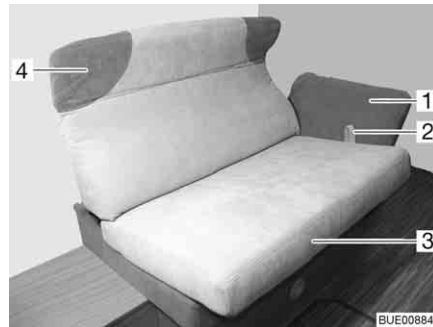

Fig. 81 Regolazione del divano
- Tirare l'asola (Fig. 81,2) verso l'alto e il piano di seduta (Fig. 81,3) sulle guide con cautela verso il centro fino all'arresto.
- Afferrare il cuscino per la nuca (Fig. 81,4) con entrambe le mani e inclinare con cautela verso l'alto o il basso fino alla posizione desiderata.
- Afferrare il bracciolo (Fig. 81,1) con entrambe le mani e inclinare con cautela verso l'alto o il basso fino alla posizione desiderata.